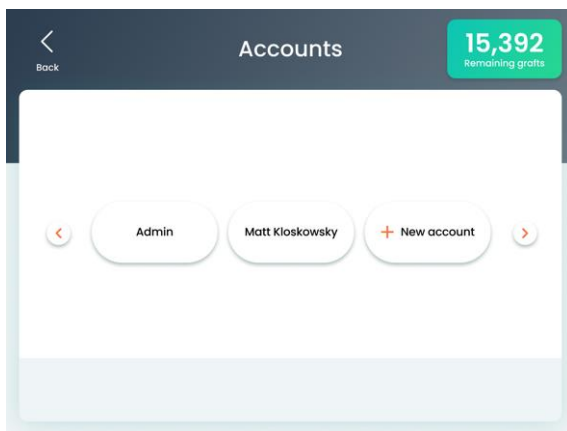

Figure 6-1. Écran Accounts (Comptes)
3. Dans l'écran de paramétrage, appuyez sur l'icône **Accounts** (Comptes), illustrée au Tableau 6-1 ; l'écran Accounts (Comptes) apparaît, comme illustré à la Figure 6-1.
- Vérifiez que l'utilisateur nouvellement ajouté apparaît à l'écran Accounts (Comptes), comme illustré à la Figure 6-1.
- Vérifiez que l'utilisateur renommé apparaît à l'écran Accounts (Comptes), comme illustré à la Figure 6-1.
- Vérifiez que l'utilisateur supprimé n'apparaît plus à l'écran Accounts (Comptes), comme illustré à la Figure 6-1.